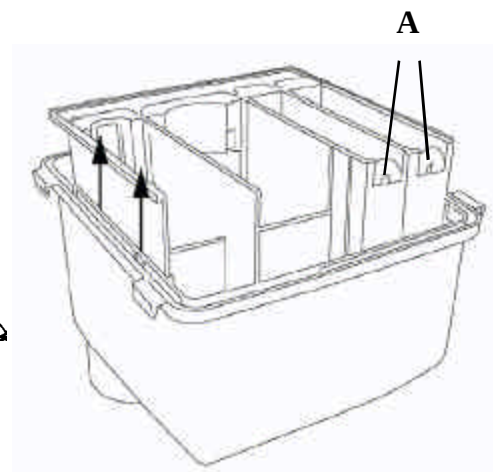

fig. 17
Washers with double body dispenser (fig. 17).
- The trap hoses **(fig. 17/A)** are accessible.
Lavadoras con dosificador de doble cuerpo (fig. 17).
- Los tubos sifón **(fig. 17/A)** son accesibles.
Laveuses avec bac distributeur à double corps (fig. 17).
- Les tuyaux siphon **(fig. 17/A)** sont accessibles.